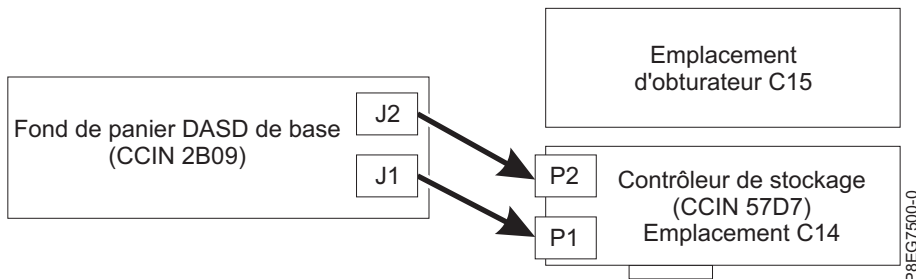

Figure 10. Reconnexion du câble SAS dans une configuration de stockage de base
- Si une carte PCIe3 x8 SAS RAID interne 6 Gb (CCIN 57D7) se trouve dans l'emplacement P1-C14 (dispositif de stockage de base), un câble SAS relie le connecteur de fond de panier d'unité de disque inférieur (J1) au connecteur P1 de la carte et l'autre câble SAS relie le connecteur de fond de panier d'unité de disque supérieur (J2) au connecteur P2 sur la même carte. Pour plus d'informations, voir figure 10.